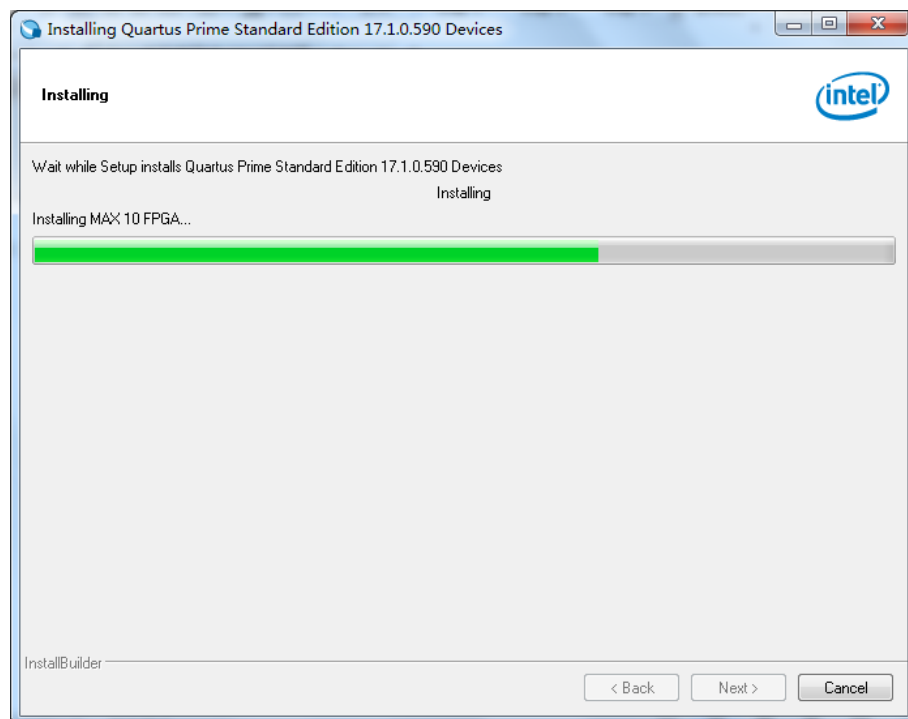

图 2.3.8 器件安装程序进程
(4) 出现器件安装进度条，等待安装完毕，如图 2.3.8 所示。